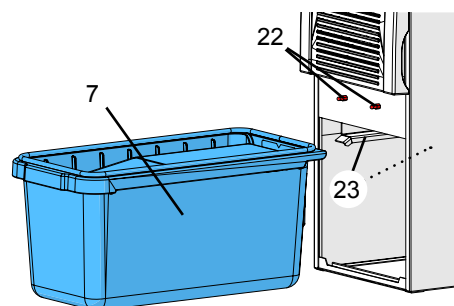

Fig. 16
Prestar atención a que la gaveta de polvo se introduce correctamente en la guía (23, Fig. 16).
- ⇒ Enganchar abajo el panel frontal (5, Fig. 1) y presionar arriba en los pernos de retención (22, Fig. 16) hasta que encastre.